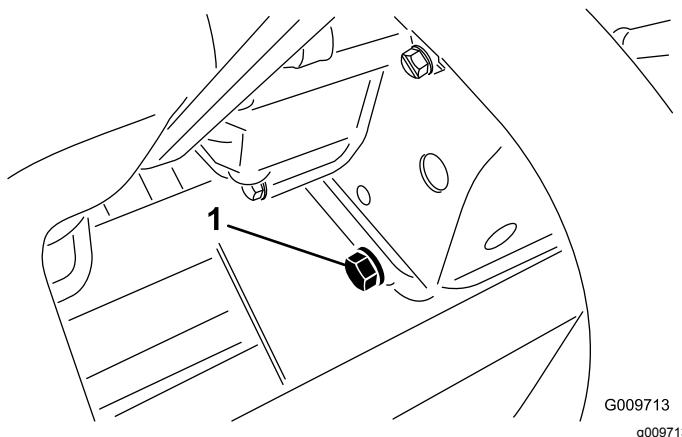

Figure 77
2. Retirez le bouchon de vidange (Figure 77) et laissez couler l'huile dans un bac de vidange.